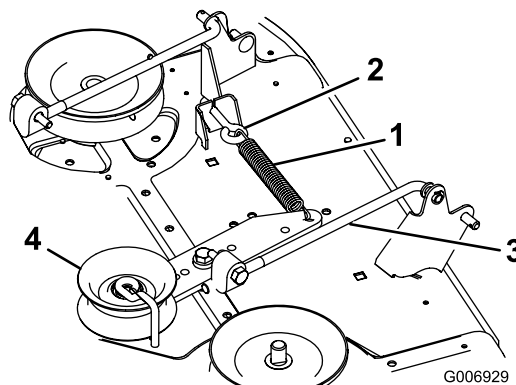

Figure 37
7. Décrochez le ressort situé sur le bras de la poulie de tension de la patte du plateau de coupe (Figure 37).